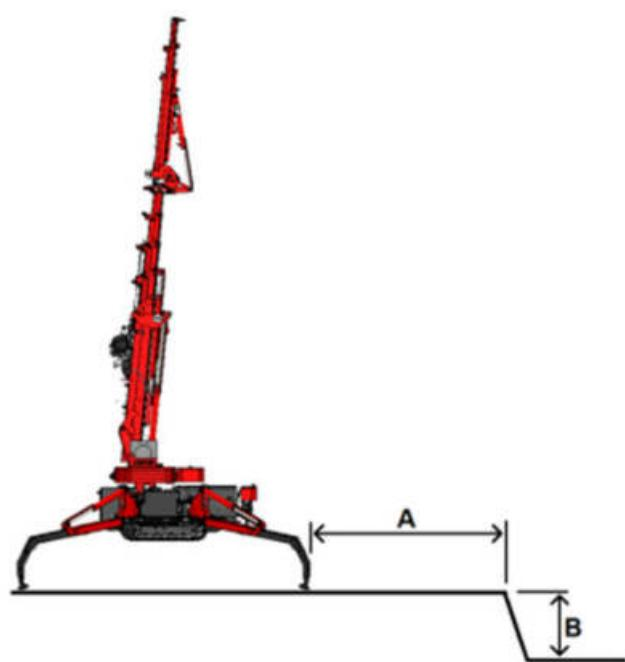

Abbildung 4.5 Position in der Nähe eines Hangs.
2. Wenn sich der Kran in der Nähe eines Grabens oder eines Hangs steht, sorgen Sie dafür, dass der Abstand zwischen der Stütze und dem Rand (A) mindestens doppelt so groß ist wie die Tiefe des Grabens (B), (siehe Abbildung 4.5).